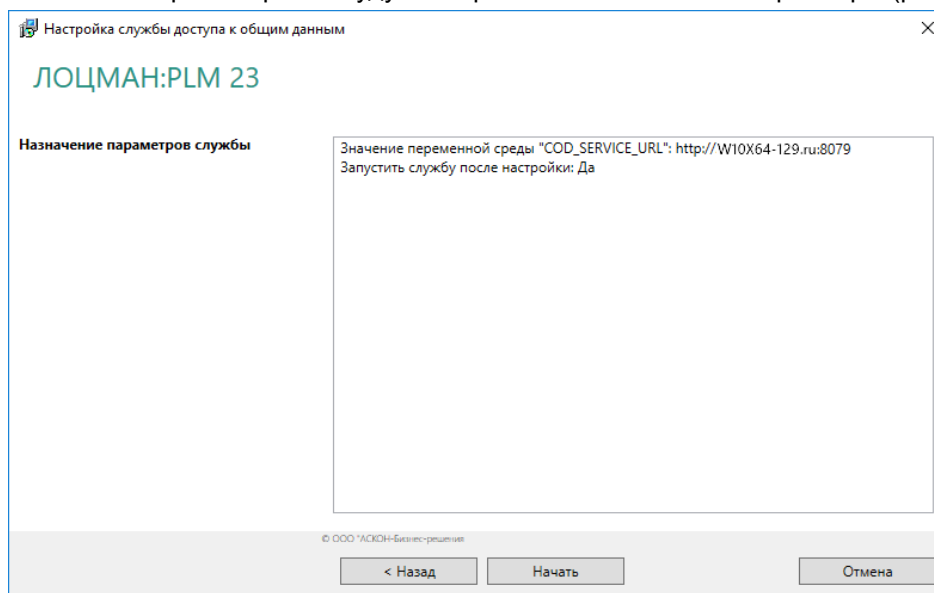

Рис. 4.18
6. В окне мастера настройки будут отображены назначенные параметры (рис. 4.18).